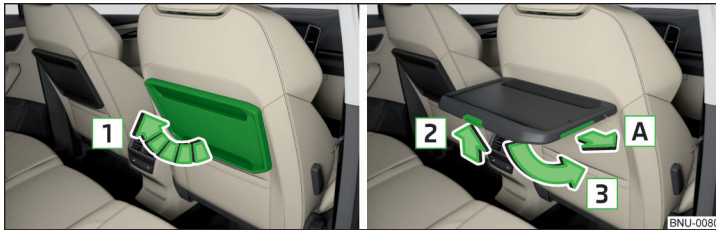

Abb. 121 Tisch hochklappen / Tisch herunterklappen und Getränkehalter herauschieben
- Zum **Hochklappen** den Tisch in Pfeilrichtung **1** anheben » Abb. 121.
Bei hochgeklapptem Tisch kann der Getränkehalter in Pfeilrichtung **A** **herausgeschoben** werden » Abb. 121.